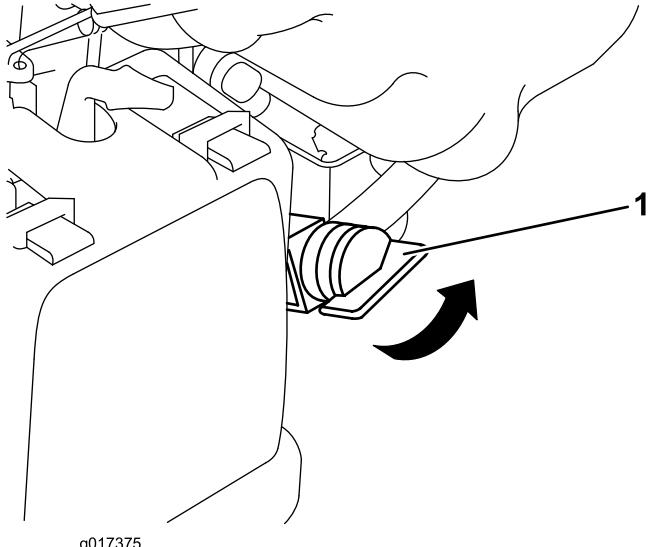

Рисунок 12
2. Поверните рычаг топливного клапана в положение On (ВКЛ.) (Рисунок 12).